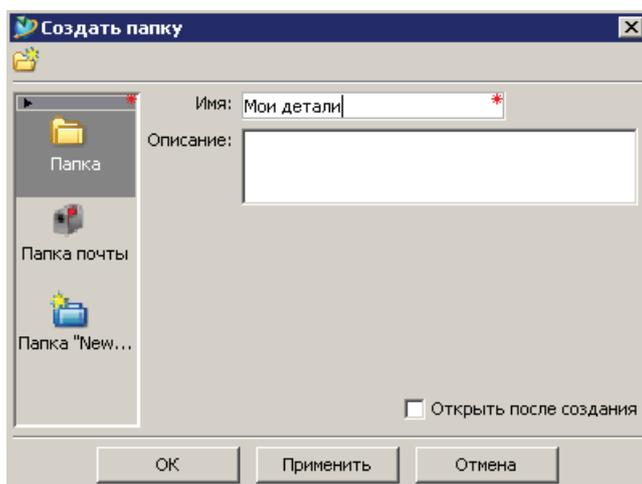

Рисунок 3.16
- при необходимости папка может быть автоматически открыта после создания, для чего нужно поставить галочку напротив **Открыть после создания** (рис. 3.16).